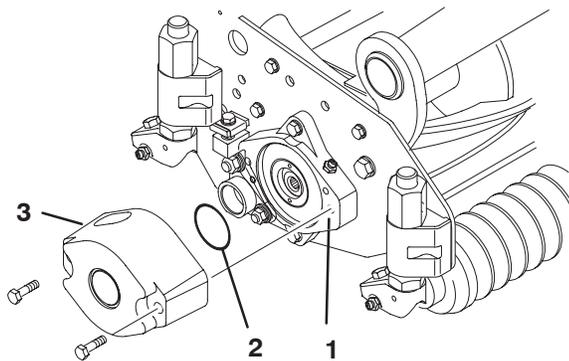
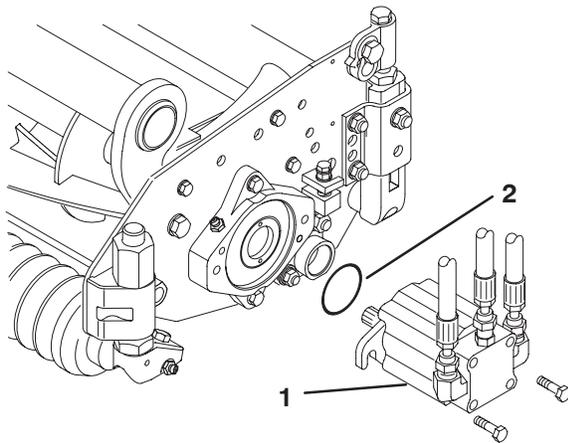

Bild 3
Bild 6
3. Schmieren Sie einen großen O-Ring ein und setzen Sie ihn in die Lagergehäusekerbe an jedem Ende des Mähwerks ein (Bild 3 und Bild 6).
4. Bauen Sie das Gegengewicht mit den mitgelieferten Kopfschrauben am richtigen Ende jedes Mähwerks an (Bild 3).
13. Montieren Sie den Motor am Antriebsende des Mähwerks und befestigen Sie ihn mit den zwei mitgelieferten Kopfschrauben (Bild 6).